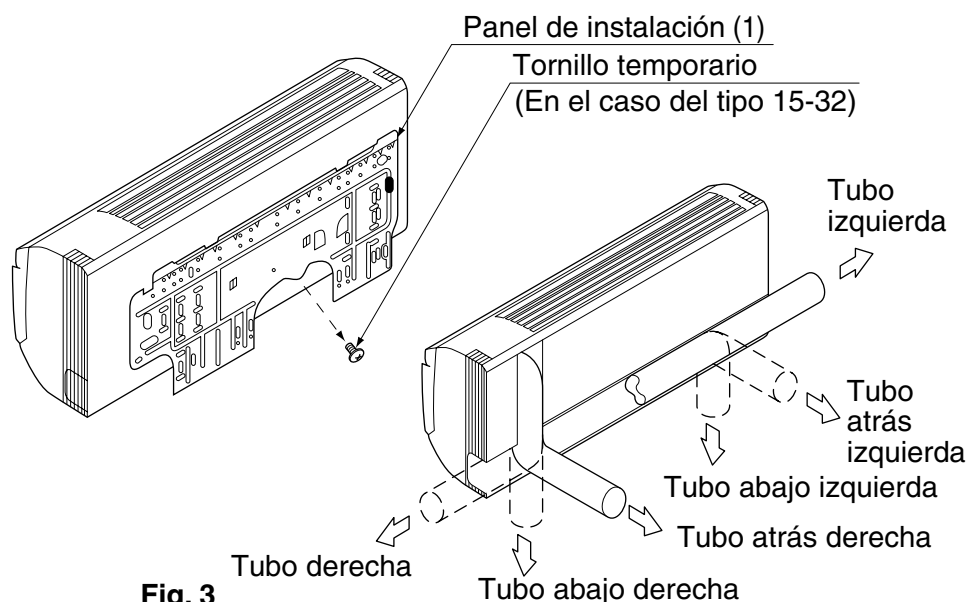

Fig. 3
- Es posible pasar los tubos de refrigerante y de desagüe en uno de estos 6 sentidos: izquierda, abajo izquierda, atrás izquierda, derecha, abajo derecha y atrás derecha. **(Refiérase a la Fig. 3)**
- Previa consulta del plano de instalación (3), elija dónde pasar la tubería y abra un agujero pasante ( $\phi 80$ ) en la pared.
##### (Refiérase a la Fig. 3)